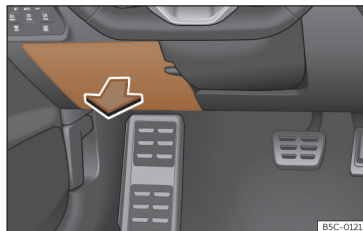

Fig. 210 No painel de instrumentos do lado do condutor: tampa da caixa de fusíveis.
- **Abrir:** recline a cobertura para baixo >>> **Fig. 210.**